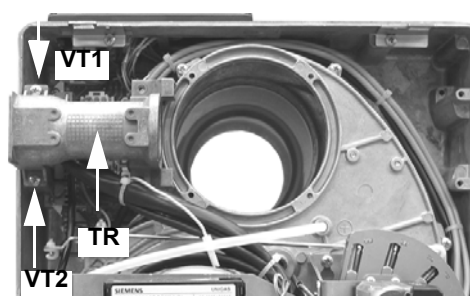

Fig. 16
- 6 Rimuovere il tronchetto **TR**, posizionarlo nella nuova posizione, fissando le viti **VT1** e **VT2** (Fig. 16).